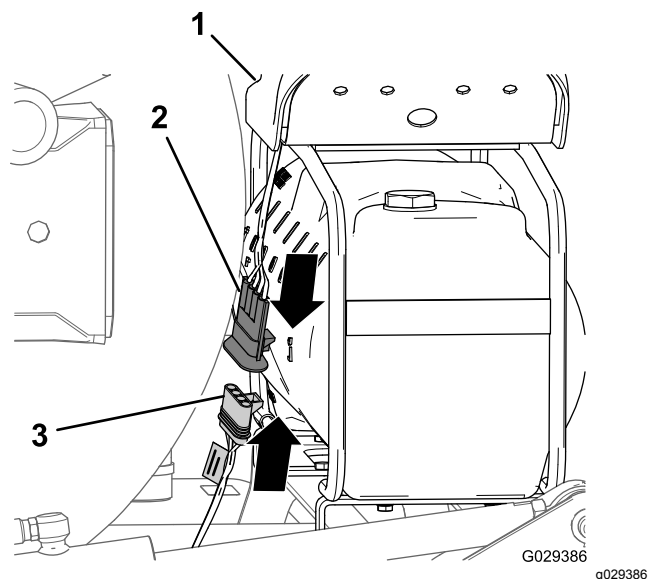

Figura 200
1. All'estremità della diramazione di 236 cm del cablaggio preassemblato, allineate il connettore a 4 prese del cablaggio preassemblato per il kit di finitura al connettore a 4 pin del cablaggio preassemblato proveniente dal compressore (Figura 200).
2. Inserite il connettore a 4 pin nel connettore a 4 prese (Figura 200).